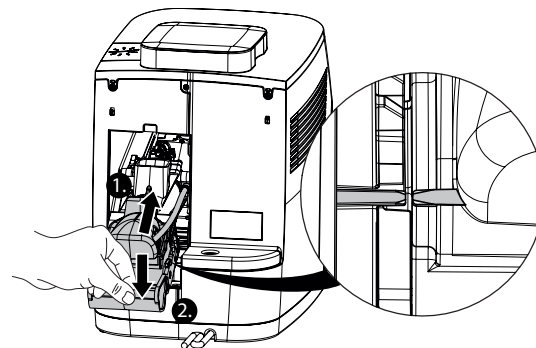

Fig. 16: Replacer l'unité de préparation
6. Remontez l'unité de percolation sur la machine et appuyez dessus jusqu'à ce que les languettes de verrouillage soient alignées (Fig. 16).